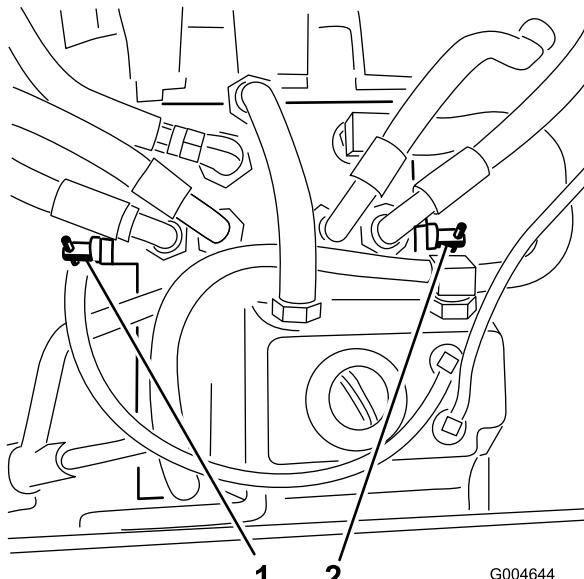

Figure 53
- Tournez chaque vanne de dérivation d'un tour dans le sens antihoraire (Figure 53).
Tournez chaque vanne de dérivation d'un tour dans le sens horaire et serrez-les à la main (Figure 53).